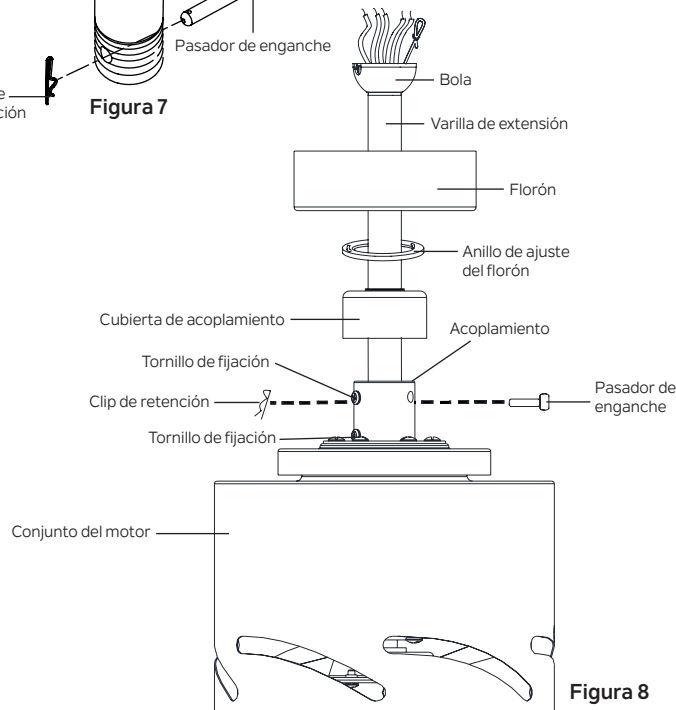

Figura 8
Paso 6. Afloje los dos tornillos de fijación (no los retire) en el acoplamiento de la parte superior del motor. **(Figura 8)**
Paso 7. Introduzca con cuidado los cables y el cable de seguridad del acoplamiento en la parte superior del conjunto del motor hacia arriba a través de la varilla de extensión. **(Figura 8)**
Paso 8. Enrosque la varilla de extensión en el acoplamiento de la parte superior del conjunto del motor hasta que los orificios del pasador de enganche en la varilla de extensión y los orificios del pasador de enganche en el acoplamiento estén alineados. Inserte con cuidado el pasador de enganche a través de los orificios del acoplamiento y la varilla de extensión. **(Figura 8)**
Inserte el clip de retención a través del orificio en el pasador de enganche hasta que encaje en su posición de bloqueo. **(Figura 8)**
Paso 9. Apriete firmemente los dos tornillos de fijación en el acoplamiento de la parte superior del conjunto del motor. **(Figura 8)**
Paso 10. Deslice cuidadosamente la cubierta de acoplamiento, el anillo de ajuste del florón (con el lado de acabado liso orientado hacia el cuerpo del motor) y el florón en la varilla de extensión. **(Figura 8)**